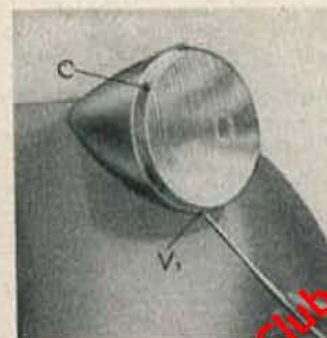

Fig. 35. - Ricambio della lampadina.
la lampadina (L) bruciata introducendone quindi una nuova (vedi fig. 35). Rimontare la cornice del proiettore.